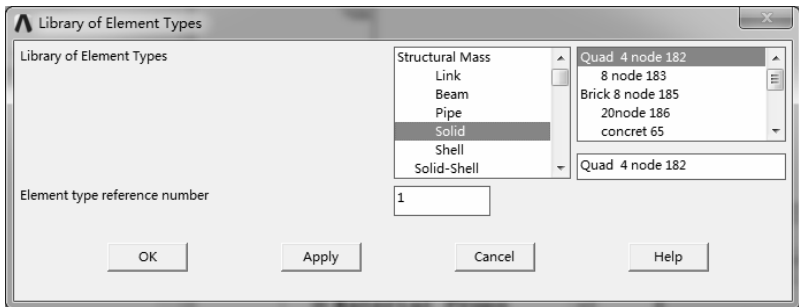

图 3-3 “Library of Element Types”对话框
- 3) 单击“Add...”按钮，弹出“Library of Element Types”对话框，如图 3-3 所示，左侧列表框显示的是单元的分类，右侧列表框为单元的特性和编号，如在左侧选择“Solid”，在右侧列表框中选择“Quad 4 node 182”，在“Element type reference number”文本框中输入单元参考号，默认为“1”，单击“OK”按钮完成。